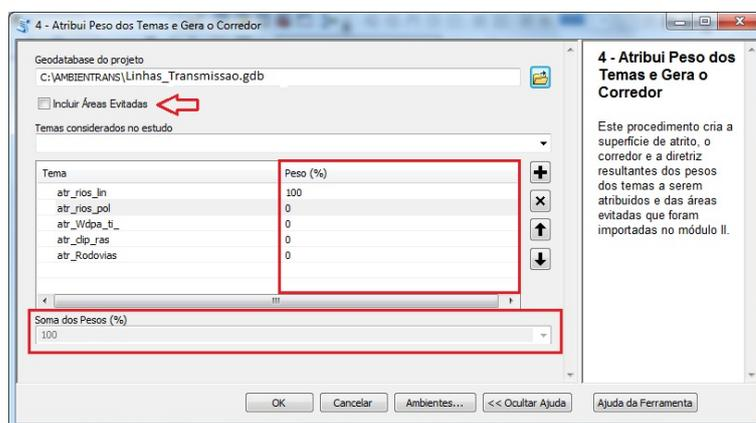

Figura 15 - Atribuição dos pesos
A opção "Incluir Áreas Evitadas" deve ficar marcada caso o usuário deseje utilizar o(s) tema(s) inserido(s) no item 2.2 do Módulo II. A alocação dos valores de pesos deve ser realizada certificando-se de que a soma total seja 100, conforme mostra a figura 15.